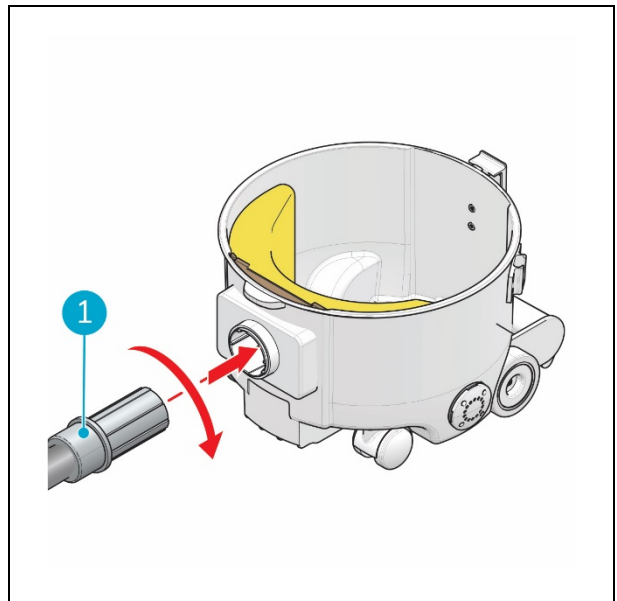

Figura 14
13. Coloque a mangueira flexível (figura 14, posição 1) no conector da mesma e rode-a no sentido dos ponteiros do relógio para a bloquear no lugar.